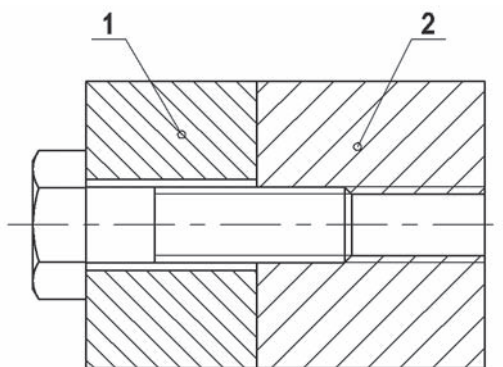

Figure 8.6
Voici maintenant le même assemblage, représenté en utilisant la norme du dessin industriel, figure 8.6, à l'échelle 1.
- Colorier au crayon à papier, sur la figure 8.6, toute la vis.